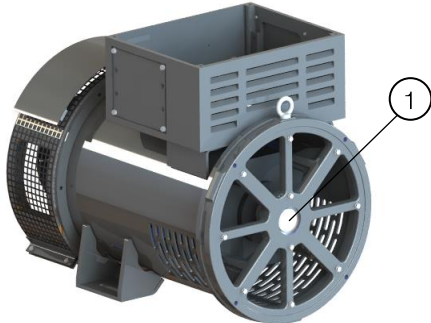

Abbildung 14.5: Montage der Gewindestange
4. Auf der nicht gekoppelten Seite muss eine Gewindestange (M20) in der Wellenmittebohrung installiert werden, um den Rotor in der Mitte seines radialen Abstands zu stützen und zu halten, sodass die hintere Generatorabdeckung demontiert werden kann. Abbildung 14.5 zeigt den Installationspunkt der Wellenstützstange.
Legende der Abbildung 14.5: